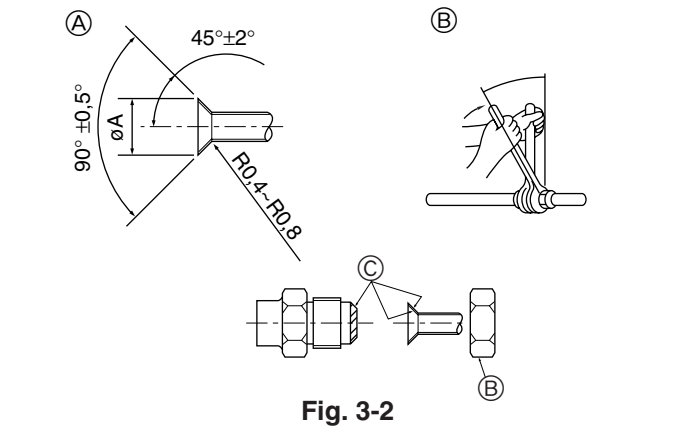

Fig. 3-2
3.2. Tubos de conexión (Fig. 3-2)